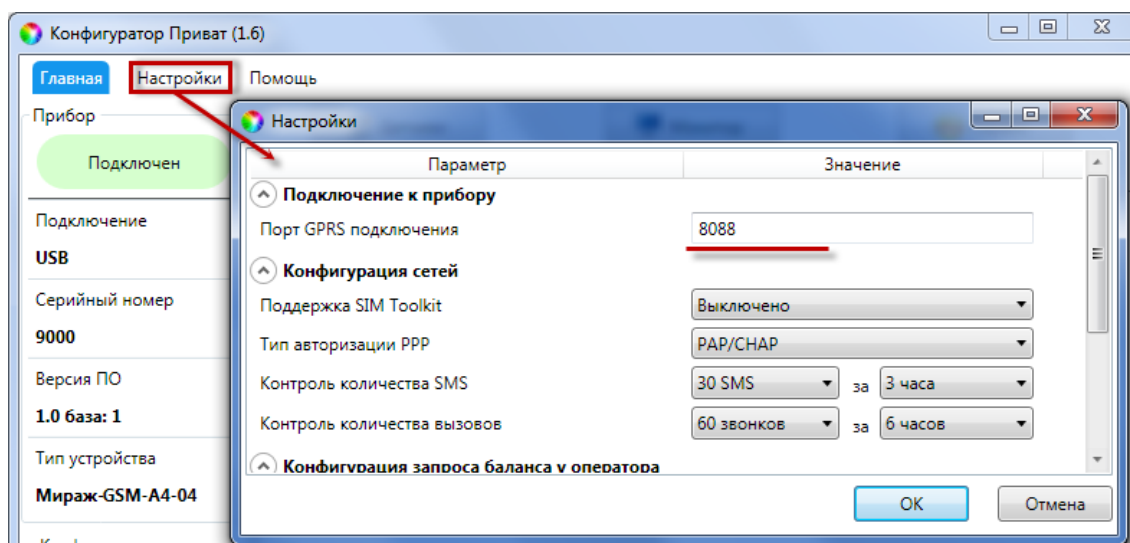

Рисунок 7.13 – Изменение номера TCP/IP-порта для GPRS-подключения
- 3) Укажите TCP/IP-порт, по которому контроллер будет выполнять подключение к программе *Конфигуратор Приват*. Для этого в программе *Конфигуратор Приват* откройте меню *Настройки* и укажите необходимый номер в поле *Порт GPRS-подключения* (см. рисунок 7.13).
В качестве IP-адреса необходимо указать внешний статический IP-адрес компьютера, на котором запущена программа *Конфигуратор Приват*. Время соединения указывается в минутах. Указываемый TCP/IP-порт должен быть открыт для подключения (не заблокирован межсетевым экраном, антивирусным ПО и т. д.) и прописан в настройках программы *Конфигуратор Приват* (см. рисунок 7.13).
При необходимости разорвать GPRS-соединение, не дожидаясь окончания времени, указанного в команде, измените номер порта в окне *Настройки* (см. рисунок 7.13) и нажмите кнопку *ОК*.